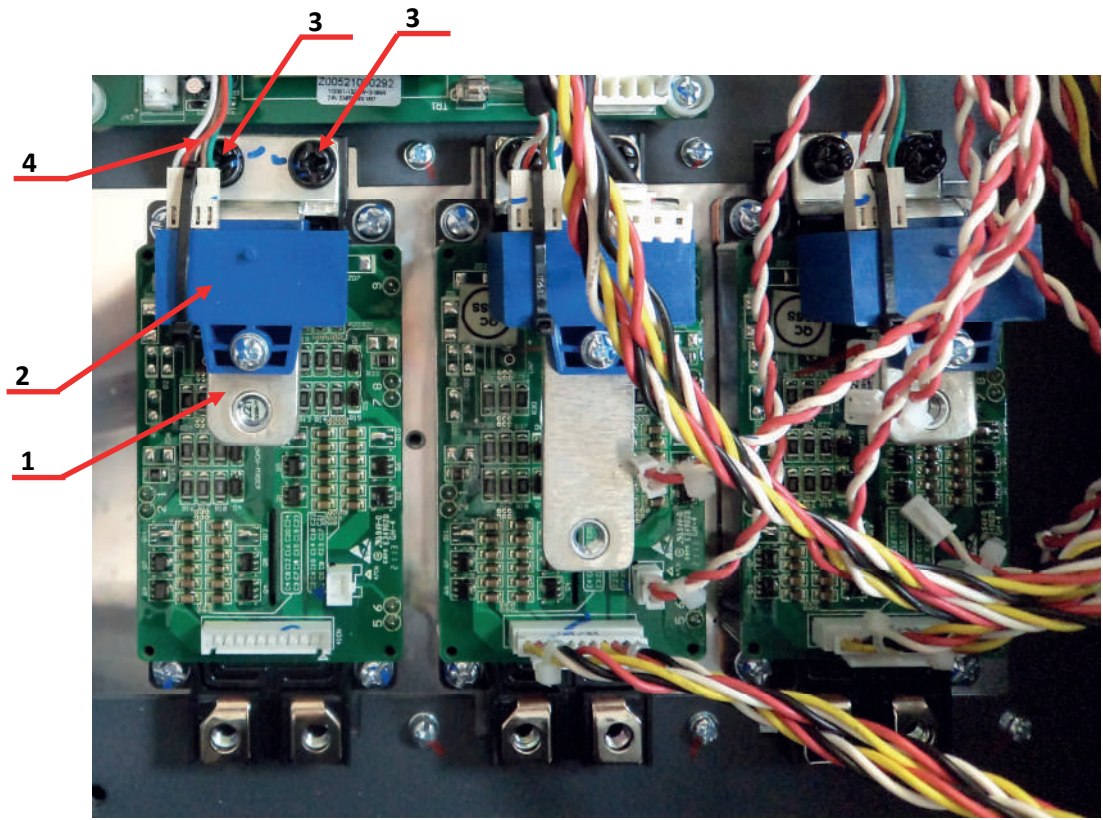

Рис.7.14
7.5.4. Установить шину 4.4.24 поз.1 с датчиком тока 4.4.4 поз.2 и кабелем поз.4 на клеммы 6 и 7 силового модуля IGBT и закрепить её винтами поз.3 (рис.7.14).